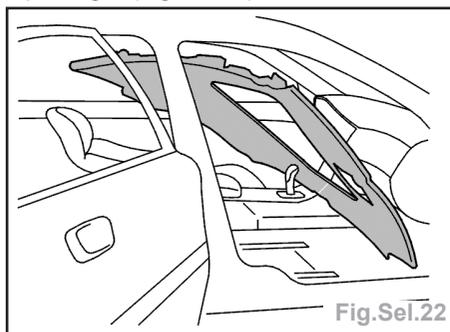

Fig.Sel.22
- Déposer avec précaution la garniture de pavillon en faisant passer par la porte passager (Fig.Sel.22).